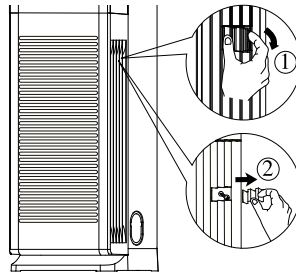

Fig. 1
1. Levante a tampa no sentido da seta (como mostrado na Fig 1①).
2. Retire as pilhas originais (como mostrado na Fig 1②).
Abra as tampas de rosca em ambos os lados de acordo com a direção ① na fig. 1.